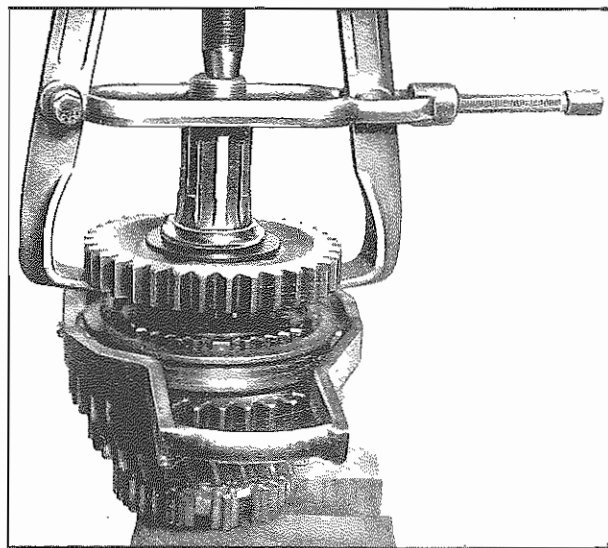

Fig. 20 - Ingranaggio della retromarcia
- Smontare l'ingranaggio della retromarcia (428) con un estrattore a due bracci (Fig. 20). Togliere la gabbia a rullini (414). Estrarre il manicotto sincronizzatore (427); togliere dal mozzo sincronizzatore (424) le molle (406), i perni sferici (405) ed i pressori (423).
- Remove gear wheel reverse speed (428) with a 2-arm puller (Fig. 20). Remove needle cage (414). Pull off sliding sleeve (427). Remove compression springs (406) ball pins (405) and thrust pieces (423) from synchronizer assembly (424).